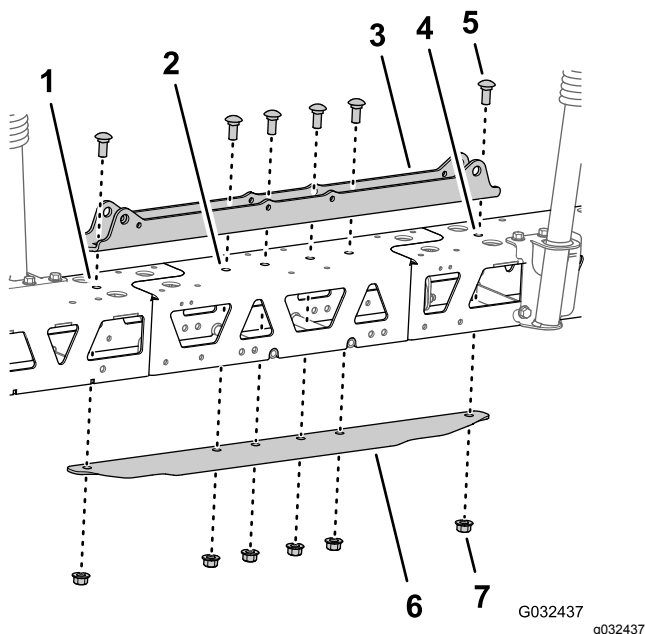

図 118
5. シリンダマウントの穴を、中央ブーム用トラスフレームのセンターラインの穴に合わせる図 118。
- スティフナチャンネルを、中央および右または左トラスフレームの中に入れ、スティフナチャンネルの穴を、中央トラスフレームセンターラインの穴に合わせる 図 118。
- シリンダマウント、トラス、中央ブームエクステンション、スティフナチャンネルの組み付けを行うステップ3 スプレーヤのノズルを取り外す (ページ 37) で外したキャリッジボルト $\frac{1}{2}$ x $1\frac{1}{4}$ " 2本とフランジロックナット $\frac{1}{2}$ " 2個と、ジオリンクスプレースシステム仕上りキットに入っているキャリッジボルト $\frac{1}{2}$ x $1\frac{1}{4}$ " 4本とフランジロックナット ($\frac{1}{2}$ ") 4個を使用する 図 118。